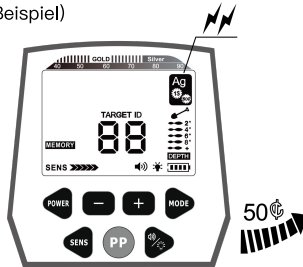

Abb.13
d. Beim Durchlaufen der 50 ¢-Silbermünze spricht der Detektor an und zeigt damit an, dass der Detektor die 50 ¢-Silbermünze gespeichert hat. Auf die anderen fünf Proben reagiert der Detektor nicht. (siehe Abb.13, nehmen Sie die 50 ¢-Silbermünze als Beispiel)